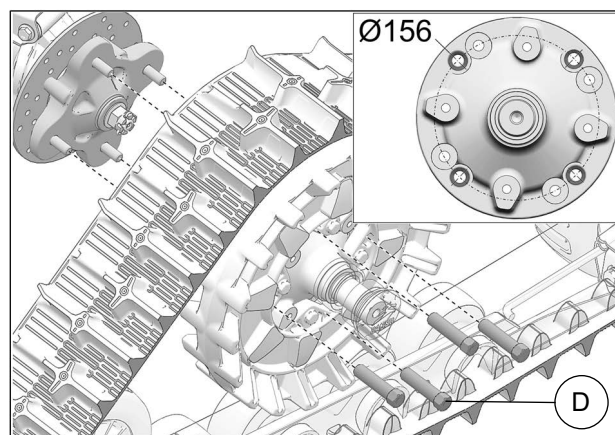

Fig. 8
8. Fixer le système de traction au moyeu de roue arrière. Utiliser le cercle de perçage de Ø156mm et les écrous de roue M12 (**D**) fournis. Voir la Fig. 8